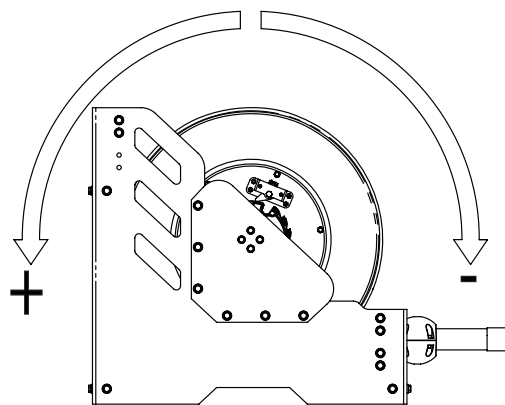
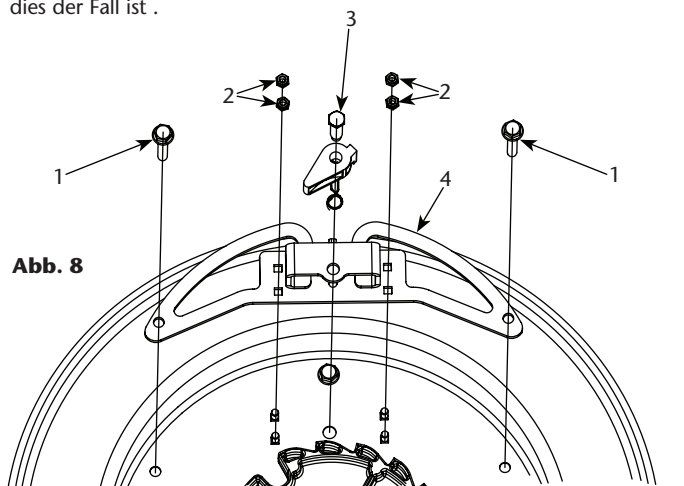

Abb. 6
Abb. 8
3. Wenn der Schlauch vollständig um die Spule gewickelt ist (die Antriebsfedern sind noch ohne Spannung), bringen Sie die Vorspannung auf die Antriebsfedern auf, indem Sie die Spule um die in der Tabelle angegebene Anzahl von Umdrehungen je nach Schlauchlänge drehen (siehe Tabelle), drehen in positiver Richtung wie in (Abb. 6) gezeigt. Wenden Sie nicht mehr Spannung als angegeben an, da die Antriebsfedern beschädigt werden könnten.
6. Bringen Sie die Vorspannung auf die Antriebsfedern, indem Sie die Spule in positive Richtung drehen, die in (Abb. 6) angegebene Anzahl von Umdrehungen, abhängig von der Schlauchlänge. Wenden Sie nicht mehr Spannung als angegeben an, da die Antriebsfeder beschädigt werden könnte.
2. Lösen Sie die 2 Schrauben (1) (Abb. 8) und die 4 Muttern (2) (Abb. 8). Entfernen Sie die Ratscheneinheit.
3. Reinigen Sie die Komponenten oder ersetzen Sie die Ratscheneinheit durch eine neue. Beim Abschrauben des Ratschenschaftes (3) (Abb. 6) unbedingt das Gewinde reinigen und mittelfesten Schraubensicherungslack auftragen, bevor er wieder in die Platte (4) eingeschraubt wird (Abb. 6).
4. Montieren Sie die Ratschenbaugruppe und ziehen Sie die 2 Schrauben (1) fest (Abb. 6). 4. Montieren Sie die Ratschenbaugruppe und ziehen Sie die 2 Schrauben (1) (Abb. 8) und die 4 Muttern (2) (Abb. 8) fest.